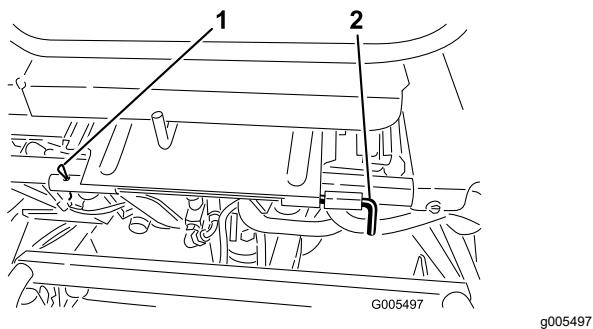

Figura 28
3. Baje el asiento y retire el pasador cilíndrico que fija la varilla de pivotе del asiento al bastidor (Figura 28).